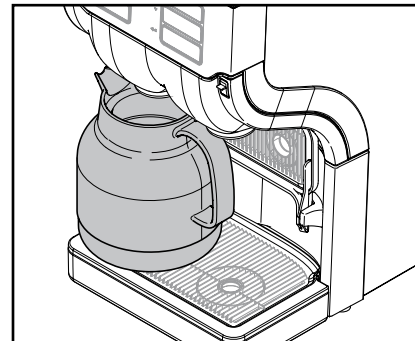

Fig. 12
- Placez votre verseuse sur le bac égouttoir (fig. 12). Il se pourrait qu'un pied du distributeur spécial soit requis pour les grandes verseuses.